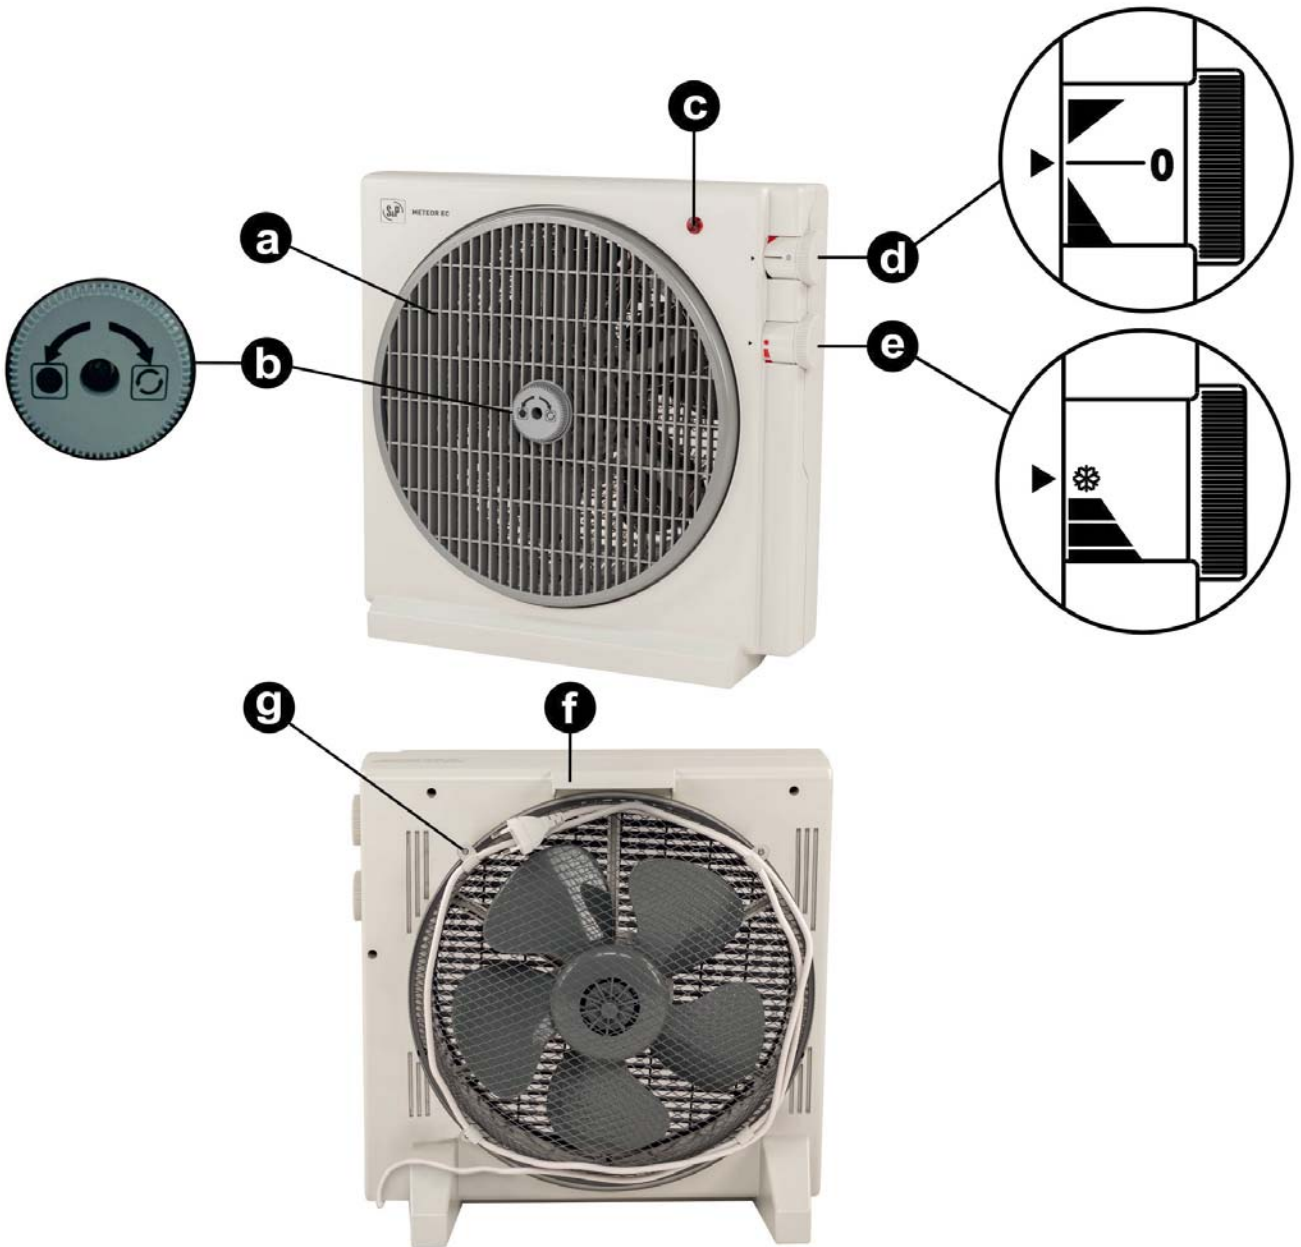

Fig. 1
Description de l'appareil (Fig. 1):
- Avec l'appareil branché au réseau, sélectionne el mode de fonctionnement chauffage (Fig1.d) et placer la commande du thermostat (Fig1.e) sur la position. L'appareil est déconnecté, mais si la température ambiante descend en dessous de +5°C, il se mettra automatiquement en marche pour maintenir une température de +5°C.